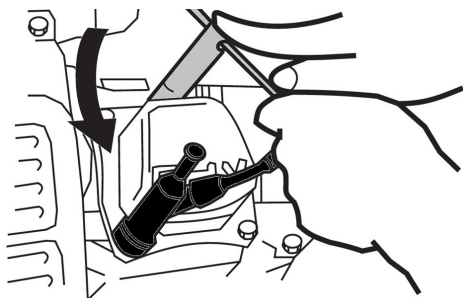

Рис. 20. Обслуживание свечи зажигания
2. Открутите свечу зажигания свечным ключом (Рис. 20).
1. Слейте топливо из топливного бака и карбюратора (Рис. 20).